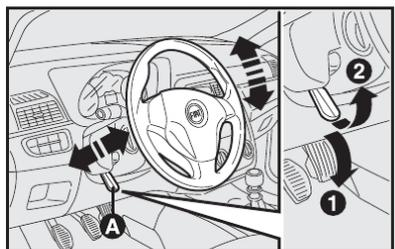

fig. 11
## VOLANTE - fig. 11
1) deslocar a alavanca **A** para a posição **1-fig. 11**;